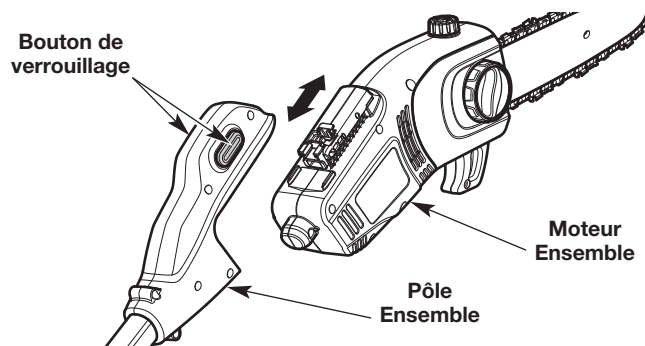

Fig. 2
3. **Raccorder l'ensemble du moteur à l'ensemble du pôle (Fig. 2) :** Appuyer et maintenir les boutons de verrouillage des deux côtés de l'ensemble du pôle enfoncés. Tout en maintenant les boutons de verrouillage enfoncés, faire glisser l'ensemble du moteur de l'ensemble du pôle. Relâcher les boutons de verrouillage et tirer doucement sur les ensembles pour vous assurer qu'ils sont bien connectés.
3. **Déconnecter l'ensemble du moteur de l'ensemble du pôle (Fig. 2) :** Appuyer et maintenir les boutons de verrouillage des deux côtés de l'ensemble du pôle enfoncés. Tout en maintenant les boutons de verrouillage enfoncés, faire glisser l'ensemble du moteur de l'ensemble du pôle.